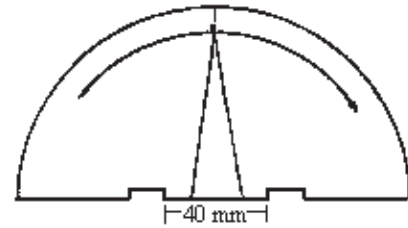

Fig. 8
b) Faça dois entalhes na base do semicírculo (de 0,5 cm de profundidade) de modo a permitir seu encaixe no carretel (Fig. 8).